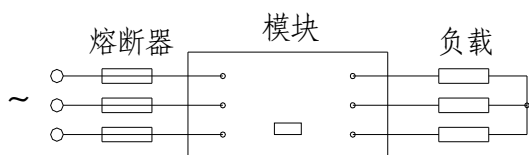

图20: 三相交流模块
(1) 快熔是以金属导体作为熔体而分断电路的电器。串联于电路中(见图20~21), 当过载或短路电流通过熔体时, 熔体自身将发热而熔断, 从而对电力系统、各种电工设备及家用电器起到保护作用。具有反时延特性, 当过载电流小时, 熔断时间长; 过载电流大时, 熔断时间短。因此, 在一定过载电流范围内至电流恢复正常, 熔断器不会熔断, 可以继续使用。